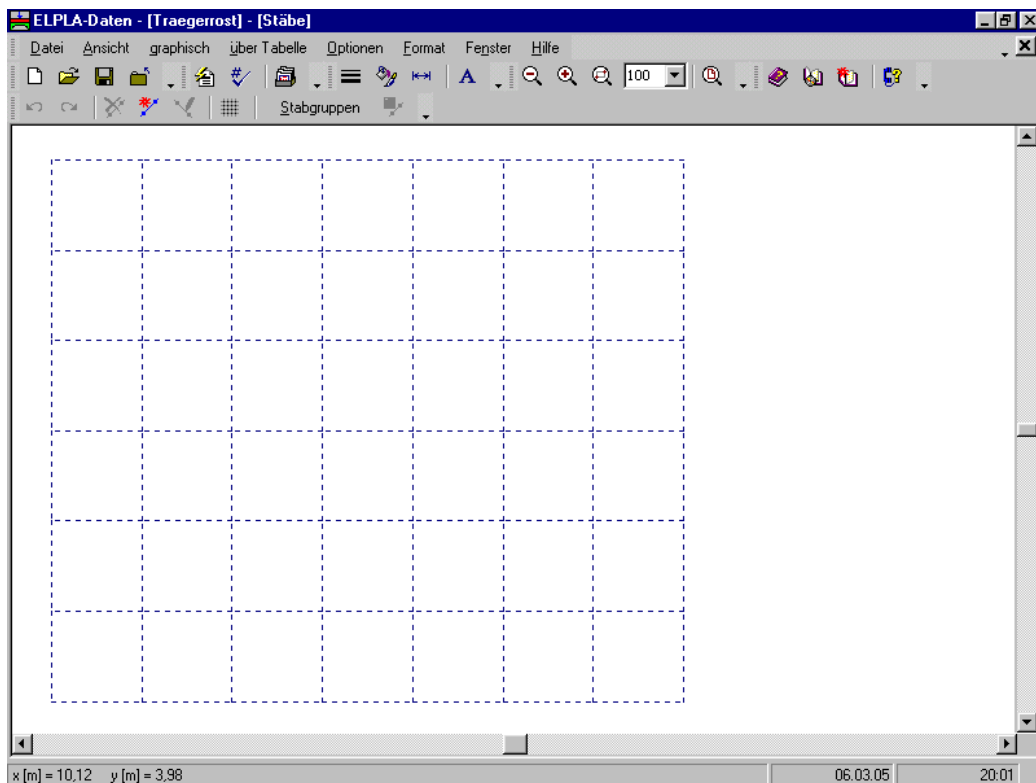
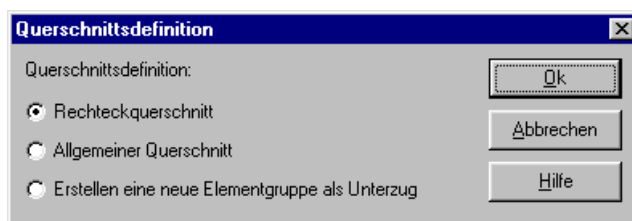
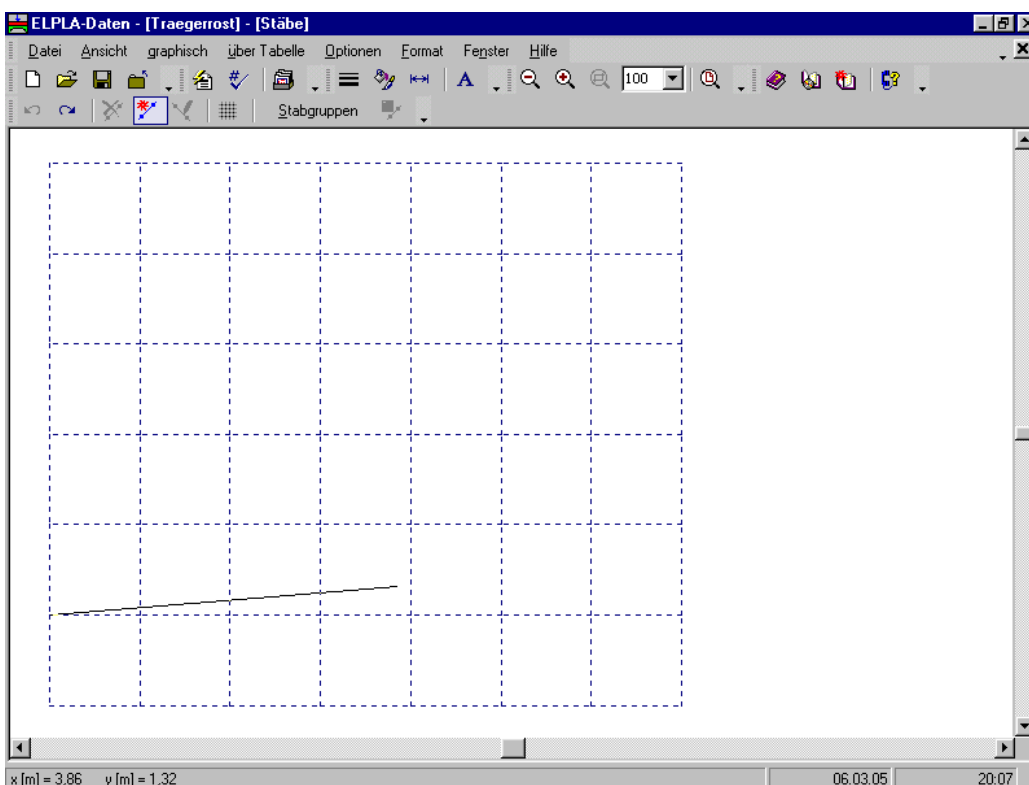
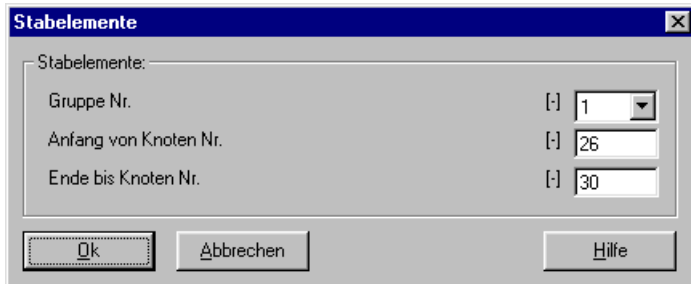

Bild 4-11 Eingebettetes Programm "Stäbe"
Bild 4-12 Optionsfeld "Querschnittsdefinition"
Bild 4-14 Einfügen des ersten Trägers mit der Maus
Bild 4-15 Dialogfeld "Stabelemente"
- Wählen Sie "Daten der Stäbe" aus dem "Datei"-Menü des *ELPLA-Daten*-Fensters. Damit erscheint das folgende Menü in Bild 4-11
- Wählen Sie im Fenster von Bild 4-11 den Befehl "Beschreibung der Stabgruppen" aus dem Menü "über Tabelle". Das folgende Optionsfeld im Bild 4-12 erscheint
- Wählen Sie "Stäbe einfügen" aus dem Menü "graphisch" im Bild 4-11. Dabei wechselt der Cursor von einem Pfeil zu einem Kreuz. Klicken Sie die linke Maustaste auf den Anfangsknoten des ersten Trägers und schleifen Sie mit der Maus bis zum Endknoten dieses Trägers (Bild 4-14), dann klicken Sie auf dem Endknoten. Das Dialogfeld "Stabelemente" im Bild 4-15 erscheint